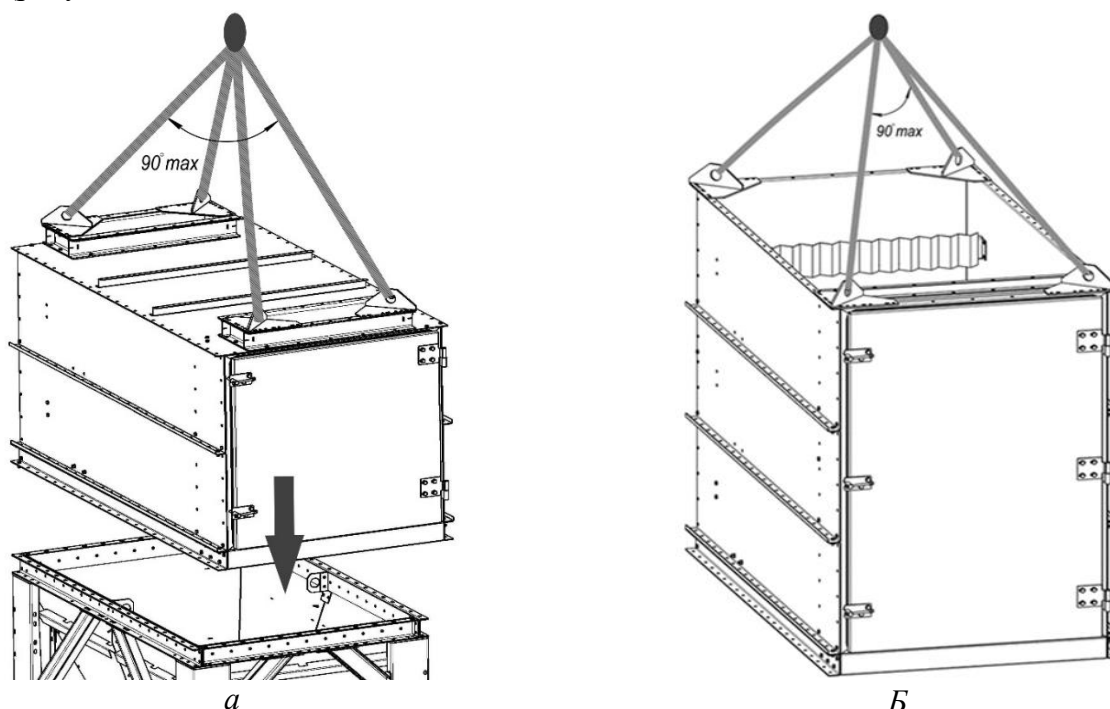

Рисунок 8
5.3.6 Для двухъярусных фильтров для строповки промежуточного фильтровального модуля использовать проушины транспортировочные, переставив их с верхнего фильтровального модуля (рисунок 8б).